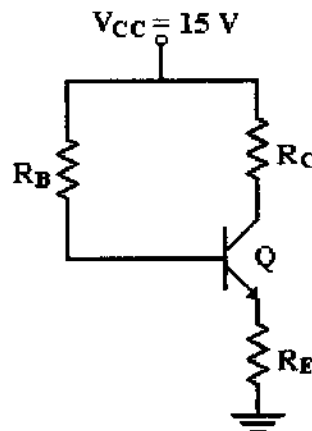

Figura 2.2
2.- Dado el circuito de polarización fija con realimentación de emisor, determine el valor de  $R_B$ ,  $R_C$  y  $R_E$  para obtener una  $I_C = 8$  mA;  $V_{CE} = 4$  volts y  $V_{CE} = 10\% V_{CC}$ . Tome en cuenta los datos típicos del transistor. Figura 2.2.
- 3.- Arme el circuito de la figura 2.2 y repita los pasos 1 y 2. Las resistencias son las comerciales.